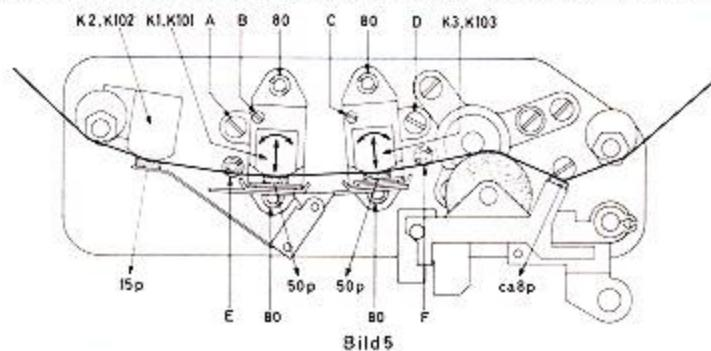

Bild 5
b) Bandführung (Bild 5)
9. Höheneinstellung des A/#-Kopfes K1/K101 und des Wiedergabekopfes K3/K103 (Bild 5)
10. Senkrechteinstellung des A/N-Kopfes K1/K101 und des Wiedergabekopfes K3/K103 (Bild 5)
Einstellung K1/K101, Gerät in Wiedergabebestellung. Spurumschalter (Sch3) in Stellung 1-4 (2-5). Geschwindigkeitsumschalter in Stellung 9,5 cm/sec., Schraube A, links neben K1/K101, so verdrehen, daß das 13000 Hz-Signal ein Maximum hat. Schraube B bei Kopf K1/K101 lösen. Kopf K1/K101 von Hand so justieren, daß die Berührung des Bandes mit dem Kopf am größten ist und das Band noch gerade die Bandführung B berührt. (Siehe Pfeilrichtung, Bild 5). Die Ausgangsspannung darf hierbei nicht absinken. Schraube B anziehen. Diese Einstellung prüfen, während der Andruckfilm wieder anliegt. Die Ausgangsspannung darf sich nicht geändert haben.